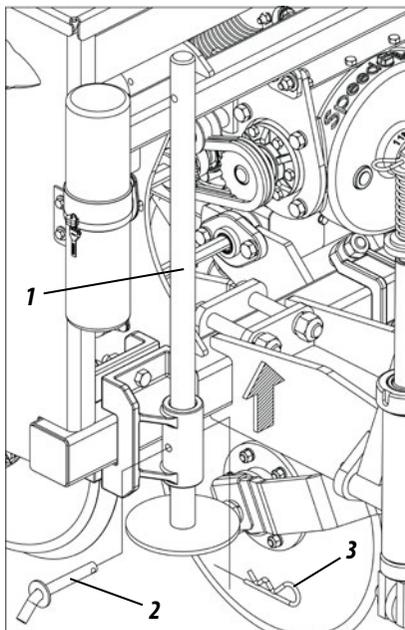

Figura 08
- 1- Recolha o suporte de apoio (1) e fixe com o pino (2) e trava (3), **conforme mostra a figura 08.**